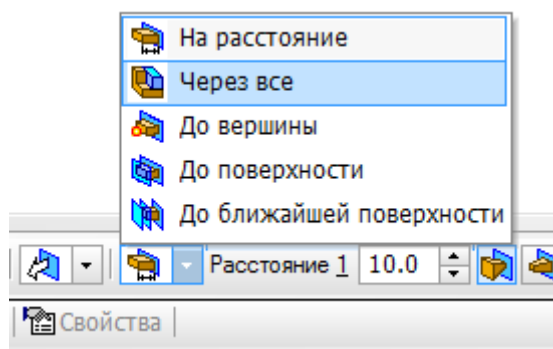

Рис. 6
- на панели **Свойств** на вкладке **Параметры** укажите **прямое** направление выдавливания (от нас), глубина выдавливания – **Через все** (рис. 6), **Угол 1** равен  $0^\circ$ ;